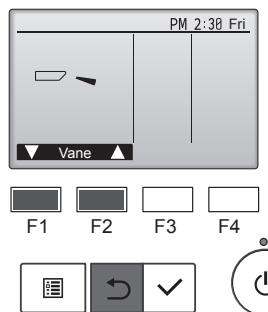

Fig. 8-4
- ② Trykk på [VELG] for å vise betjeningsskjermen for spjeldene, og trykk deretter på knappene [F1] og [F2] for å kontrollere auto-spjeldene. (Fig. 8-4)